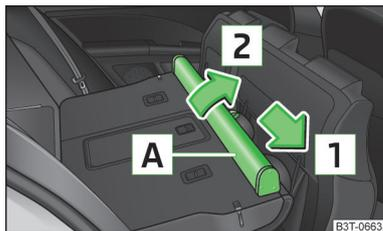

Abb. 103
- Das Gehäuse [A] in Pfeilrichtung [1] schieben und aus den Aufnahmen am Rücksitz in Pfeilrichtung [2] » Abb. 103 herausnehmen.
- Die Aussparungen des Gehäuses [A] » Abb. 103 in die Aufnahmen an den Rücksitzlehnen einsetzen.